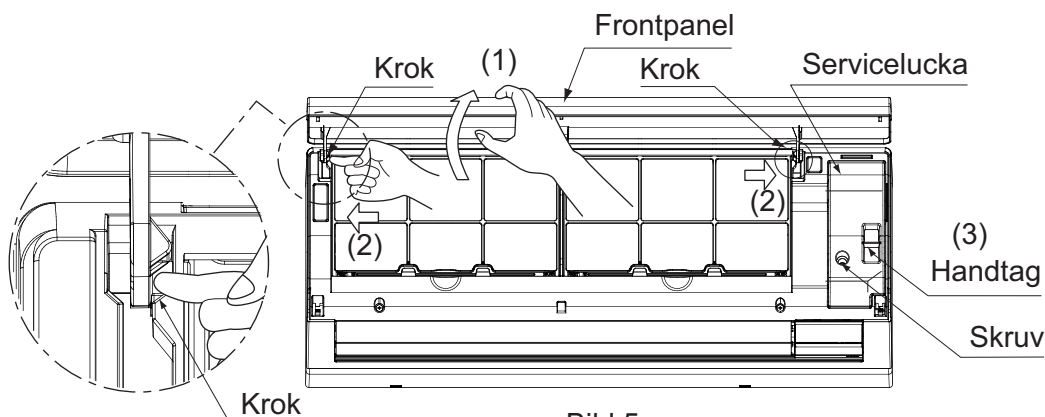

Bild 5
(4) Ta bort frontpanelen och serviceluckan. (Se bild 5)